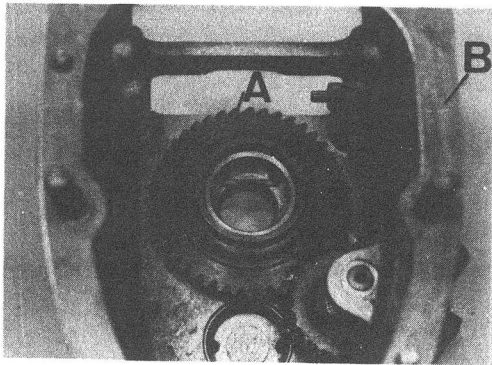

Fig. C1-105 Montaje cárter caja de velocidades
- 2.3. Colocar el engranaje de 1a velocidad, A (Fig. C1-105) sobre la arandela, quedando el cono de sincronización hacia el interior del cárter.